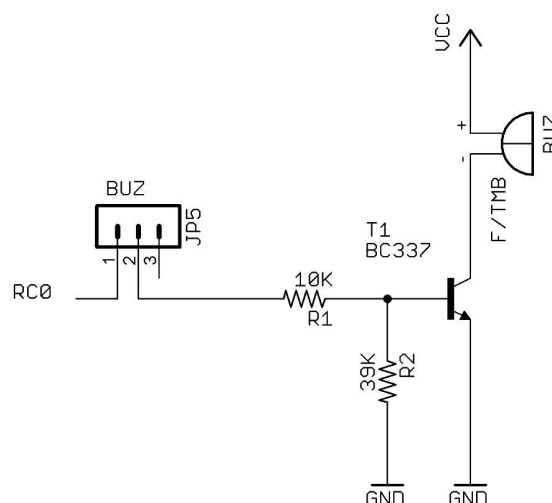

Figura 6: Buzzer collegato al pin RC0.
- Un Buzzer auto-oscillante permette di dare semplice voce alla scheda. Risulta collegato al pin RC0 ma può essere attivato e disattivato per mezzo del Jumper JP5. Collegato il Jumper JP5 tra 1-2 si attiva il Buzzer mentre collegando JP5 tra 2-3 lo si disattiva. Un dettaglio del Buzzer è riportato in Figura 6.